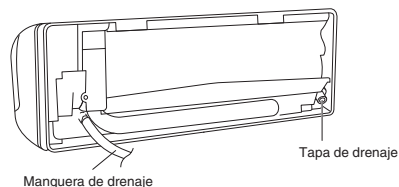

Fig. 3-64
- (a) Cambie la manguera y la tapa de drenaje. (Fig. 3-64)
- (b) Extraiga los tornillos fijando la manguera de drenaje en el lado derecho y tire de la manguera de drenaje para extraerla. (Fig. 3-64)